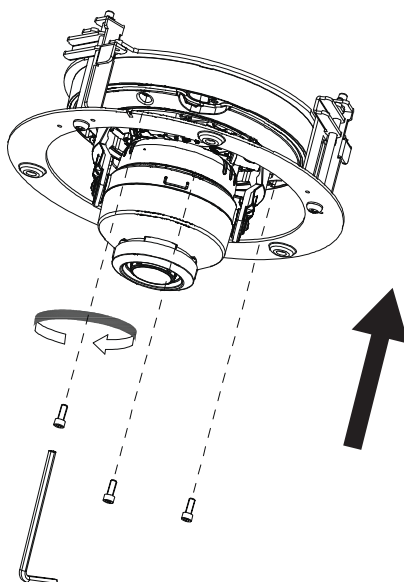

Рисунок 4.5 – Монтаж
4. Используя винты M4×14 и ключ S6.0 «Шестигранник» из комплекта поставки кронштейна, закрепите видеокамеру на монтажной пластине кронштейна (Рисунок 4.5).